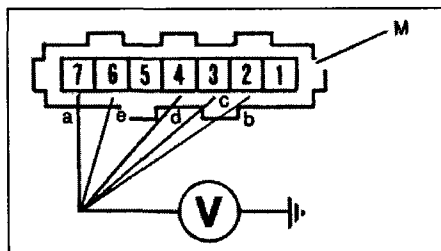

Рис. 5.6 Проверьте напряжения на разъеме БЭУ (двигатель 1300 см³)
- 6 Снимите резиновый чехол с многополюсного разъема БЭУ и (+) щупом вольтметра ((-) щуп вольтметра – на "массе") проверьте напряжения на выводах разъема (разъем присоединен и зажигание включено) (рис. 5.6).